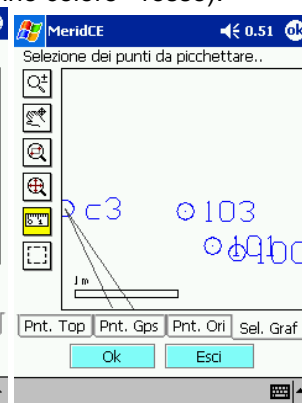

fig. 103
- c. Pt. Grafici per picchettare dei punti creati graficamente fig 103. Per la selezione bisogna cliccare con il cursore i punti da picchettare (i punti selezionati cambieranno colore - rosso).